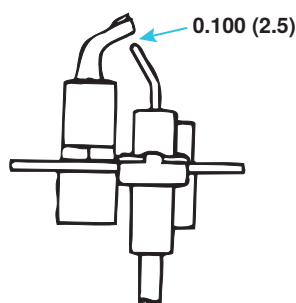

Figure 32. Écartement des électrodes de la veilleuse
- c. Assurez-vous que l'éclateur à étincelle (voir **Figure 32**) est d'environ 0.100 pouce (2.5 mm).